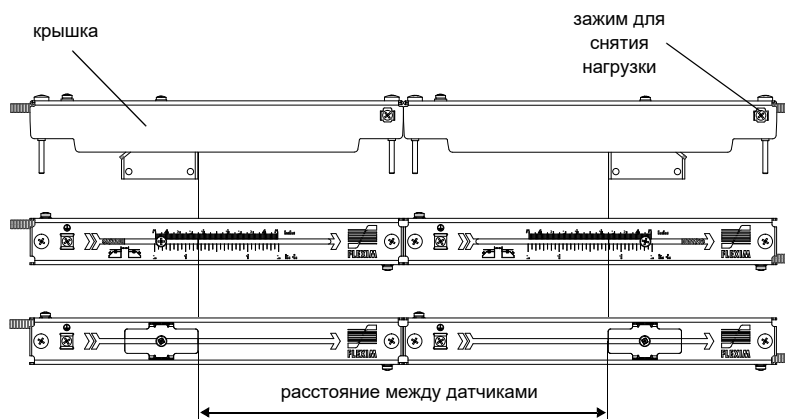

Рис. 8.27: Установка расстояния между датчиками
- Установите расстояние между датчиками, рекомендуемое преобразователем (смотри подраздел 10.5 и Рис. 8.27).
- Прикрепите кабели датчиков к зажиму для снятия нагрузки, чтобы защитить их от механической нагрузки (смотри Рис. 8.27).